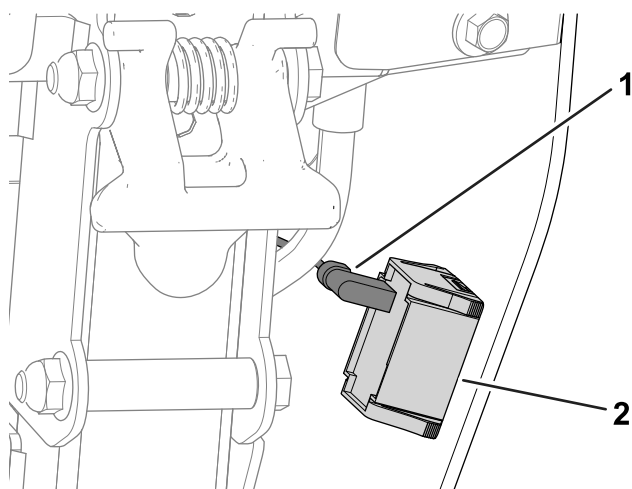

Figure 1
1. Débranchez le connecteur du faisceau du compteur horaire (Figure 1).